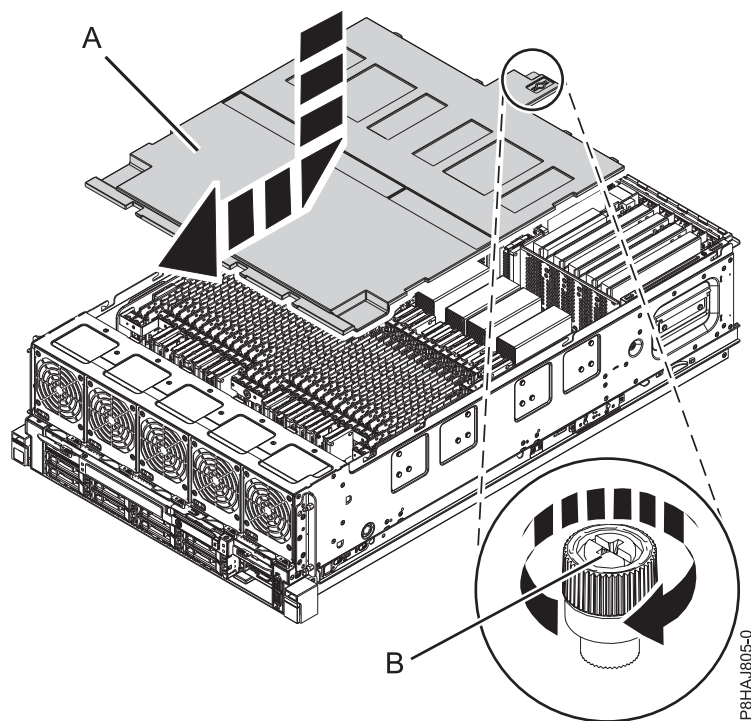

Figura 41. Substituir a tampa de segurança
2. Faça deslizar a tampa de segurança (A) em direcção ao chassis.
3. Aperte o parafuso de aperto manual (B) ao rodá-lo na direcção apresentada na Figura 41 na página 83 para fixar a tampa de segurança ao chassis.